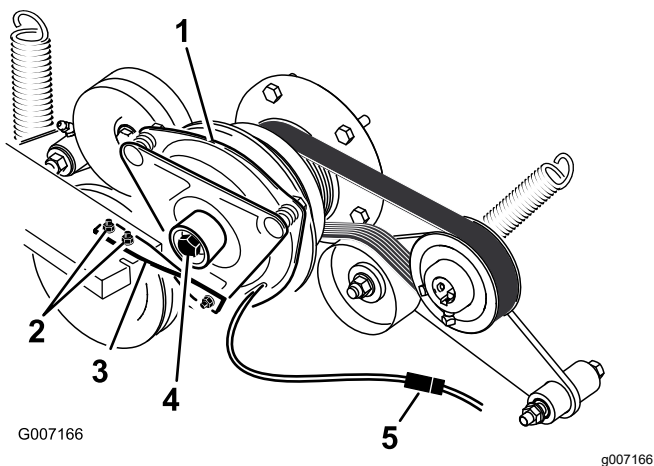

Bild 81
6. Schließen Sie den elektrischen Anschluss für die Kupplung ab (**Bild 81**).
7. Nehmen Sie die zwei Schrauben ab, mit denen der Gummikupplungsriemen am Mäherrahmen befestigt ist (**Bild 81**).
ist, und entfernen Sie die Kupplung und den Schlüssel (Bild 81).
15. Halten Sie die Kurbelwelle an das Heck der Maschine und setzen Sie die mittlere Schraube ein. Ziehen Sie sie mit 68 N·m an (Bild 81).
16. Befestigen Sie den Gummikupplungsriemen mit den zwei vorher entfernten Schrauben und Muttern am Mäherrahmen (Bild 81).
18. Stecken Sie den elektrischen Anschluss für die Kupplung ein (Bild 81).